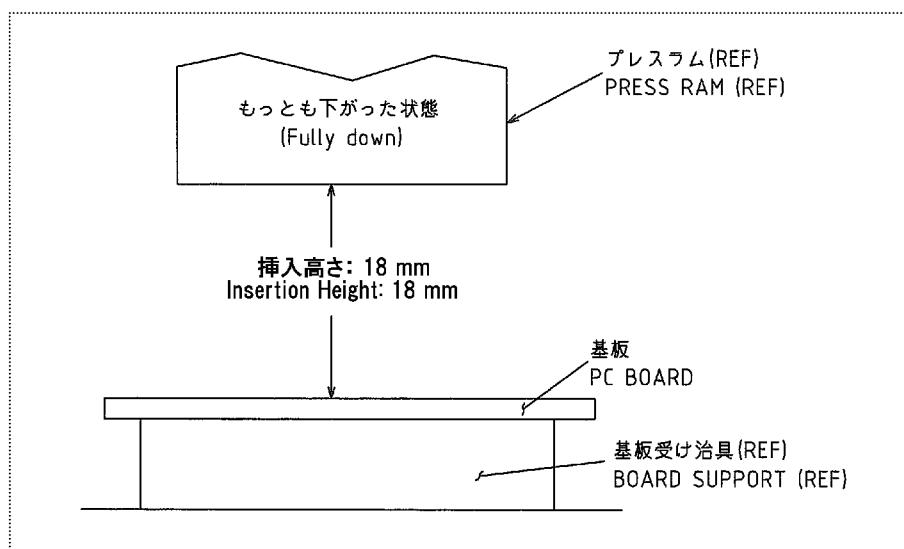

Fig.2
- (1) プレスラムの挿入高さを調整します。(Fig.2を参照)
- (2) 基板を基板受け治具にセットします。
- (3) コネクタを手で基板に仮挿入します。
- (4) 挿入治具を仮挿入されたコネクタに載せません。
- (5) 基板受け治具を挿入治具がプレスラムの真下にあるように移動させます。
- (6) プレスラムを下げ、コネクタを挿入します。
- (7) プレスラムを上げ、基板受け治具をプレスラムの下から離れるように移動させます。
- (8) 挿入治具を挿入されたコネクタから取り外します。
- (9) 手順(3)から(8)まで繰り返して作業すると、次のコネクタが挿入できます。
- (1) Set Insertion Height of Press Ram shown in Fig.2.
- (2) Set a PC board onto a Board Support.
- (3) Pre-insert a connector into the PC board by hand, but not fully entered the PC board.
- (4) Set an Insertion Block onto the connector.
- (5) Move the Board Support so that the Insertion Block is under the Press Ram.
- (6) Lower the Press Ram, and the connector can be inserted.
- (7) Return the Press Ram, then clear the Board Support from under the Press Ram.
- (8) Remove the Insertion Block from the inserted connector.
- (9) Operate according to the procedure 3)~8), the next connector can be inserted.